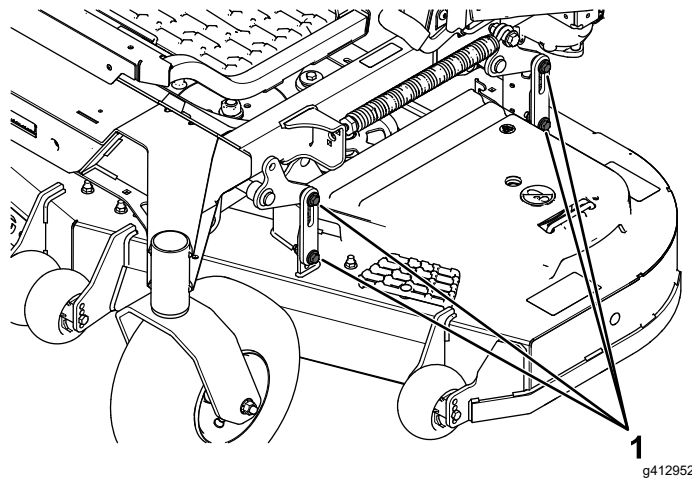

Figura 110
16. Afloje las contratuercas (Figura 110) en las 4 esquinas y asegúrese de que la carcasa de corte queda bien asentada sobre los 4 bloques.